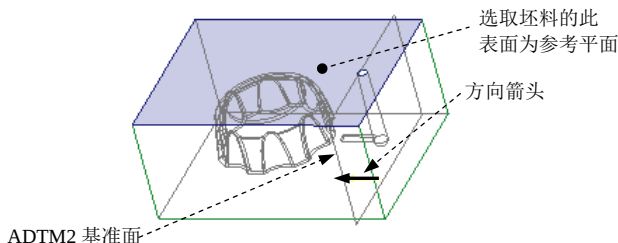

图 18.3.15 定义草绘平面
- (1) 在出现的操控板中, 确认“实体”类型按钮  被按下。
- (2) 右击, 从快捷菜单中选择 **定义内部草绘...** 命令。选取 ADTM2 基准面为草绘平面, 调整草绘方向箭头如图 18.3.15 所示, 选取图 18.3.15 所示的坯料表面为草绘平面的参考平面, 草绘平面的参考方位为 **顶**。单击  按钮, 至此系统进入截面草绘环境。